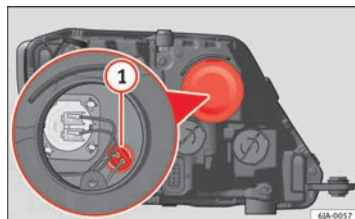

Fig. 147 Substituição da lâmpada da luz de presença
- Remova a tampa protectora ⇒ Fig. 147.
- Extraia o porta-lâmpadas ⇒ Fig. 147 ① puxando para fora.